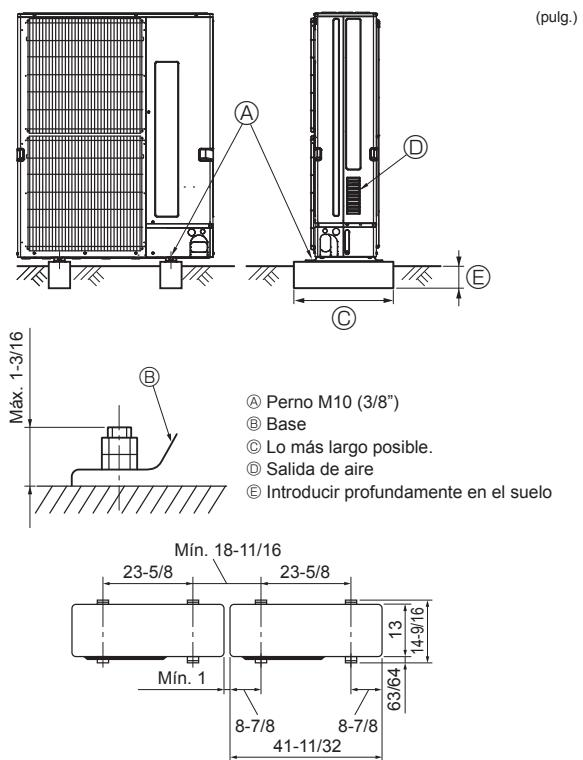

Fig. 4-1
- Cerciórese de instalar la unidad en una superficie robusta y nivelada para evitar los ruidos de traqueito durante la operación. (Fig. 4-1)